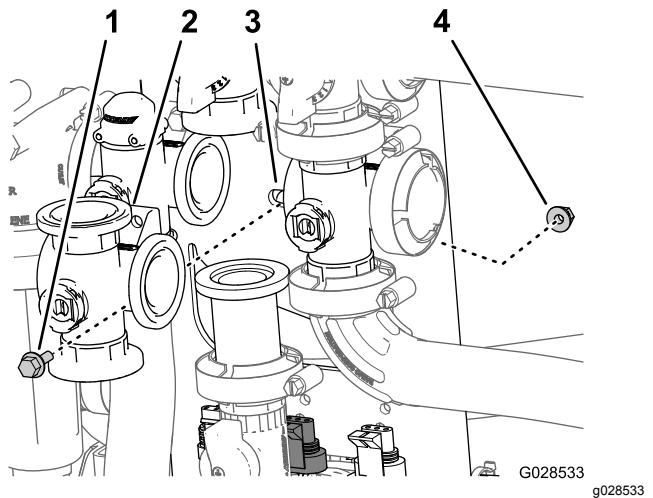

Figure 91
- Retirez le boulon à embase et le contre-écrou à embase qui fixent la vanne d'agitation au support, puis déposez le collecteur de la machine (Figure 91).